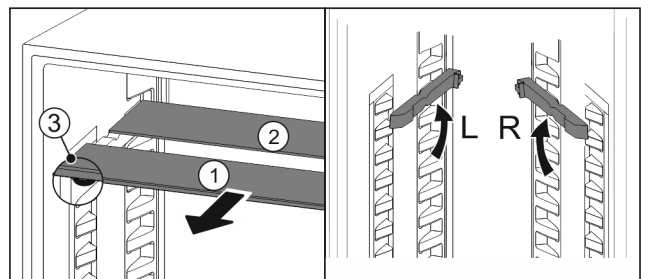

Fig. 24
- ▶ Sortir les tablettes par l'avant Fig. 24 (1).
- ▷ La tablette en verre Fig. 24 (1) avec bordure décorative est située à l'avant.
- ▷ Les butées Fig. 24 (3) sont orientées vers le bas.